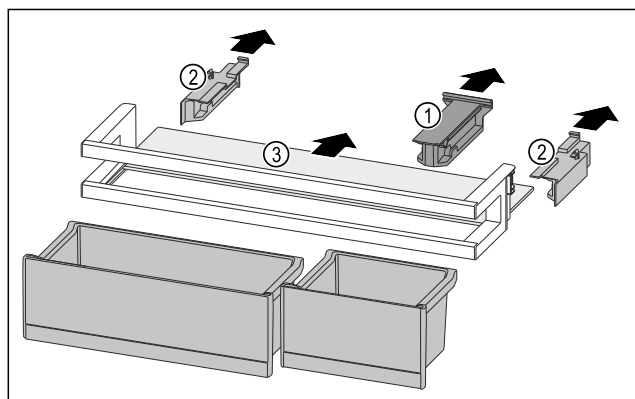

Fig. 85
- ▶ Bevestigingsdeel Fig. 85 (1) wegtrekken.
- ▶ Zijdelen Fig. 85 (2) wegtrekken.
- ▶ Draagplateau Fig. 85 (3) verwijderen.